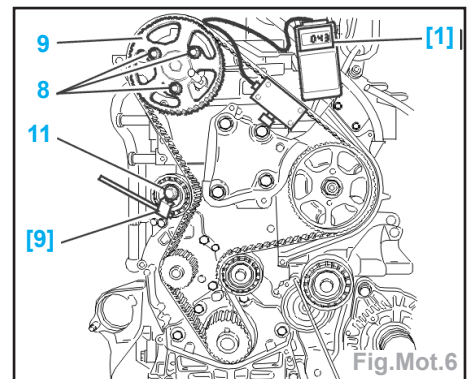

Fig.Mot.6
- Mettre en place l'outil [1] (Fig.Mot.6).